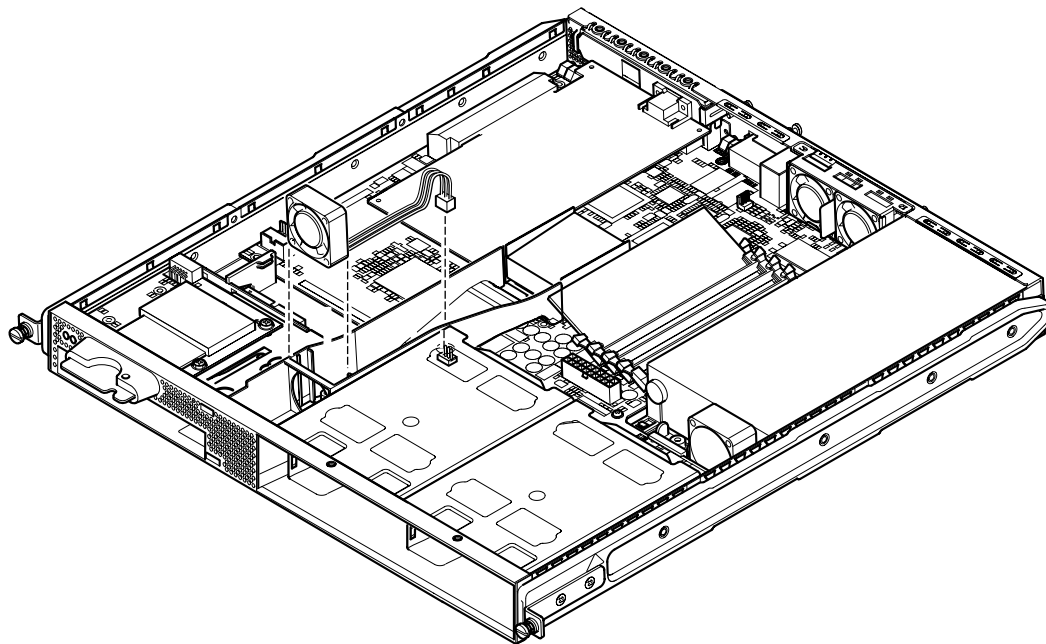

図 11-11 ファン3の電源ケーブルの抜き取りとファンの取り外し
2. 正しくアースした静電気防止用リストストラップを手首に巻いて、ESD マット上でサーバー本体を開き、ファン3の電源ケーブルを抜き取ります (図 11-11 を参照)。